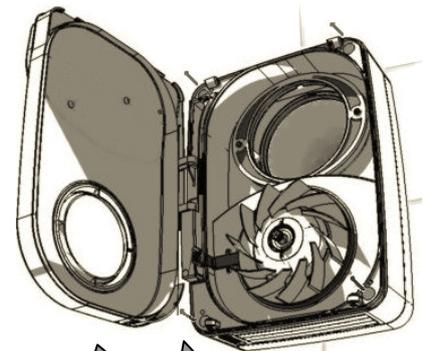

FIG.9
- 7- Fixer le châssis au mur avec les 4 vis de fixation en alignant le trou du Mono DF T avec le manchon (FIG 9).